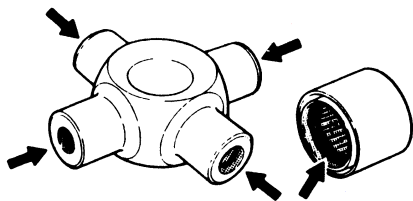

图 3-111 万向节分部件涂润滑脂部位
(1) 如图 3-111 所示，对万向节分部件的轴和轴颈的润滑脂槽、防尘圈唇部和滚针轴承涂敷通用润滑脂。注意涂敷过多的润滑脂将会引起装配困难以及锁紧环的选择不正确。